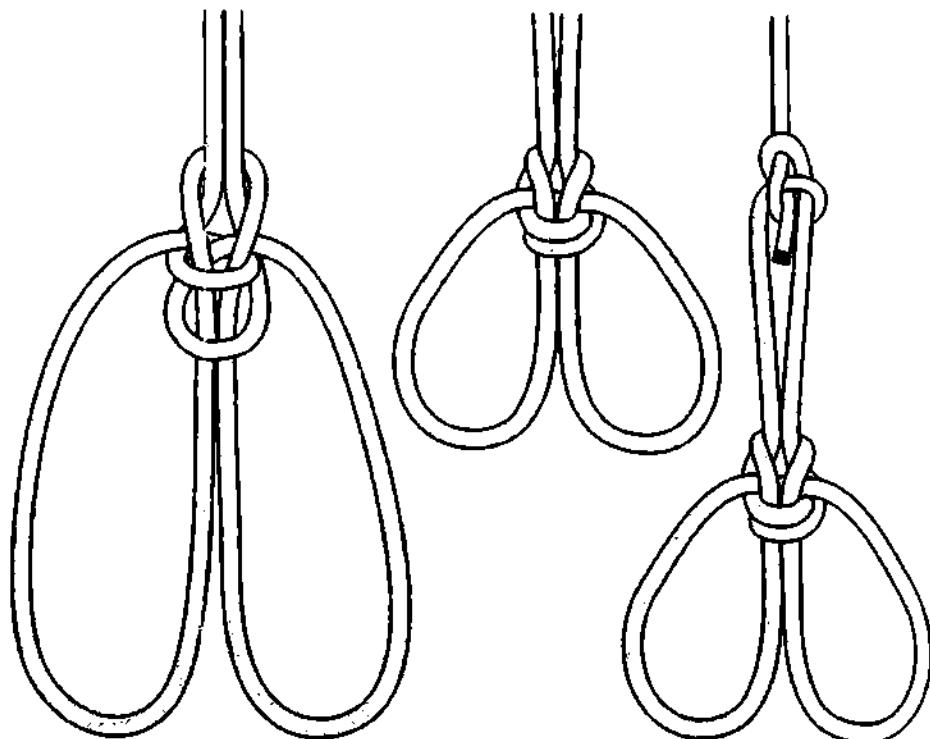
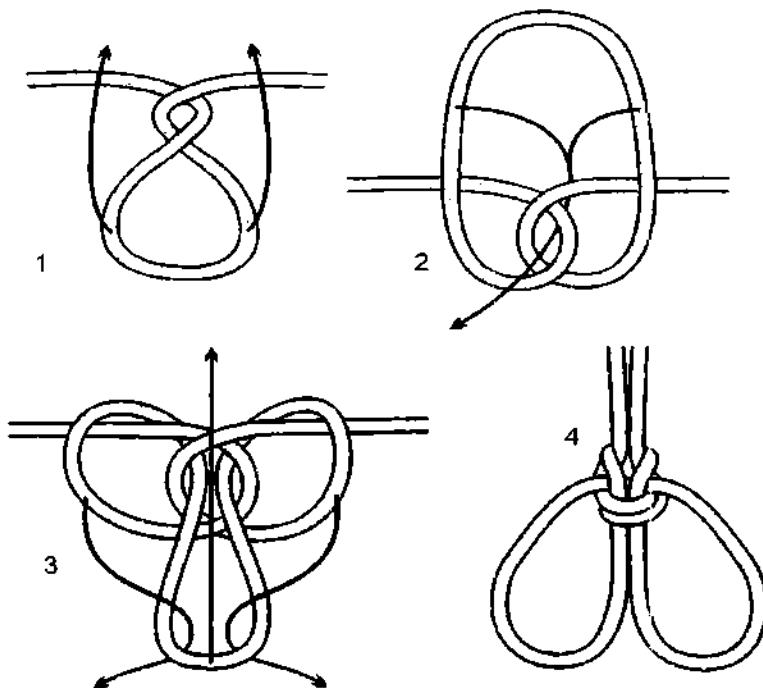

Рис. 480. *Двойная скошенная петля*.
Рис. 481. 1-й способ вязки *двойной скошенной петли*. Петля вяжется из *ездовой петли*.
*Двойная скошенная петля* лучше *ассиметричного булиня* тем, что калышки у неё зафиксированы и не сдвигаются вверх или вниз (рис. 480). *Двойная скошенная петля* – одна из самых надёжных и крепких среди двойных незатягивающихся петель. *Двойная скошенная петля* вяжется из *ездовой петли* или *голландского булиня* (рис. 481, 482). После завязывания узел необходимо расправить и затянуть. После работы петля легко развязывается.